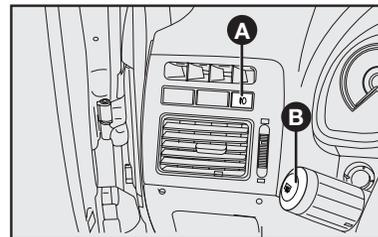
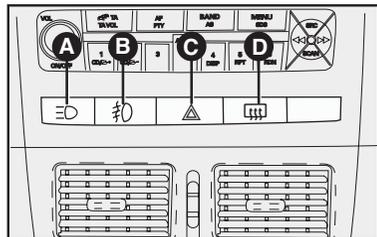

fig. 68
fig. 69
Para algumas versões, o botão à esquerda do volante, **fig. 68** é de comando dos faróis auxiliares, enquanto que para outras é usado para comando do My Car e sensor crepuscular **fig. 66**.
**B** - Botão com indicação de função ativada no quadro de instrumentos para ligar/desligar os faróis auxiliares. Só funciona a partir do acionamento das luzes externas de posição. Os faróis auxiliares são desligados cada vez que a chave de ignição for desligada. Para ligá-los novamente é necessário pressionar o botão **A-fig. 68 e, para algumas versões, B-fig. 69.**
**C** - Botão com indicação de função para ligar/desligar as luzes de emergência **figs. 69 ou 70.**
Com o dispositivo ligado, em algumas versões, o símbolo sobre o interruptor **C-fig. 69 e 70** e o indicador  $\leftrightarrow$ , no quadro de instrumentos, iluminam-se de modo intermitente.
**D** - Botão com indicação de função ativada no quadro de instrumentos para ligar/desligar o desembaçador do vidro traseiro **B-figs. 68 e, para algumas versões, D-fig. 69.**
O botão de comando **A-fig. 68 e B-fig. 69** estará habilitado com seu respectivo LED quando for instalado o componente. Para a instalação dos faróis auxiliares, recomendamos dirigir-se à **Rede Assistencial Fiat.**